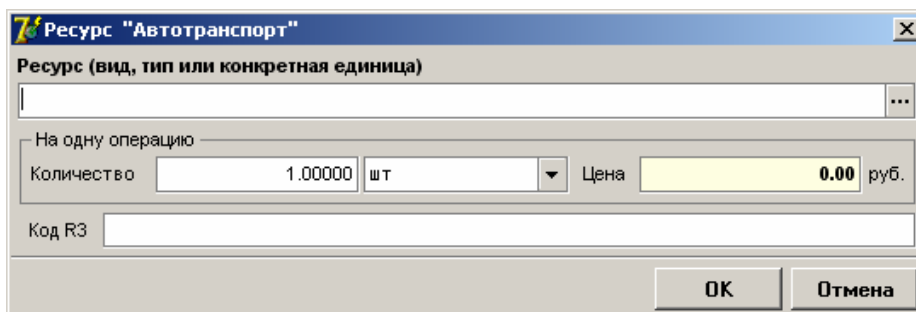

Рисунок 4.12.
2. В открывшемся окне (рис.4.12) заполните поля.
3. Для сохранения ресурса нажмите кнопку <OK> (рис.4.12). При необходимости введите **дату поставки** в окне «**Ресурсы операции**» (рис. 4.11).